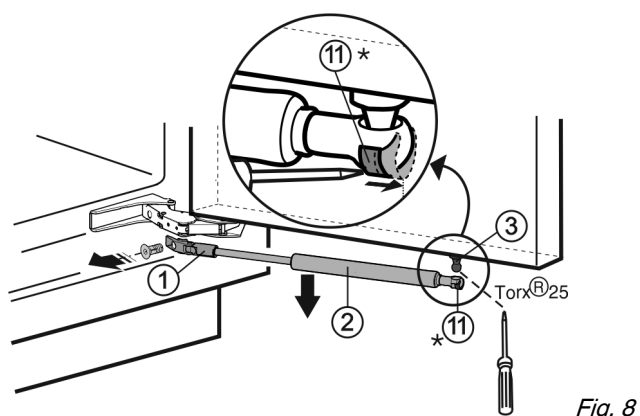

Fig. 8
- Pousser le ressort tendeur Fig. 8 (11) vers l'extérieur à l'aide du tournevis.*
- Démontez vers le bas l'amortisseur de fermeture Fig. 8 (2).
- Dévisser le support Fig. 8 (1).
- Dévisser le pivot sphérique Fig. 8 (3) (Torx® 25).
- Remettre le ressort tendeur Fig. 8 (11) à l'intérieur.*